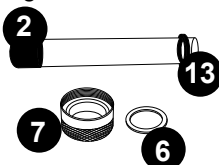

Figure 6
6. Retirez l'écrou de compression du joint de quartz (7)
en le tournant dans le sens **antihoraire**, Figure 3. Utilisez une paire de pinces multiprises si nécessaire, Figure 5. Vous remarquerez qu'une rondelle de compression en acier inoxydable (6) glisse sur le tube de quartz. Conservez la rondelle (6) pour une utilisation ultérieure, Figure 6. Il existe également un joint d'étanchéité noir (13); saisissez le joint d'étanchéité noir, puis retirez lentement et délicatement le tube de quartz.